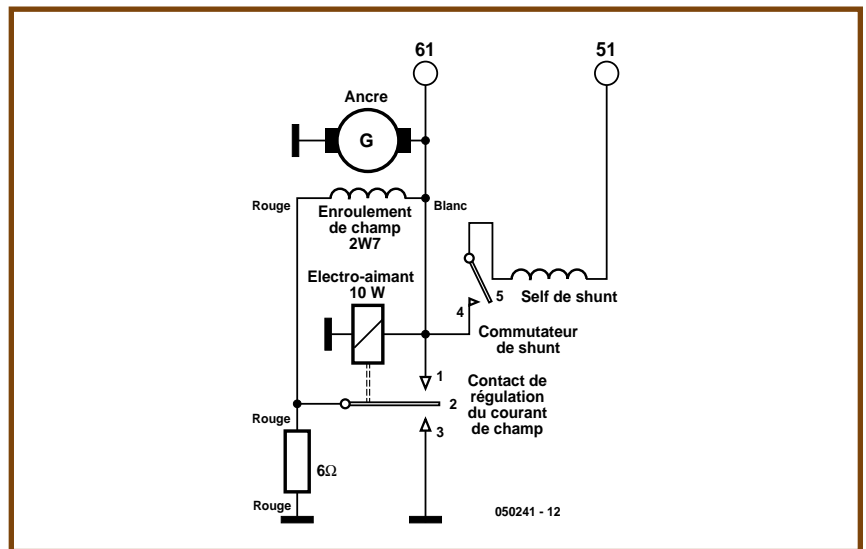

Figure 1. Schéma de la génératrice à régulateur mécanique.
La **figure 1** vous montre le schéma de câblage d'origine de la génératrice avec son régulateur mécanique incorporé et voici comment cela fonctionne. Au repos, l'interrupteur de courant de retour (contacts 4/5) est ouvert et le point milieu (2) du contact du régulateur (1/3) de courant de magnétisation touche la borne 1 (la masse). Si la